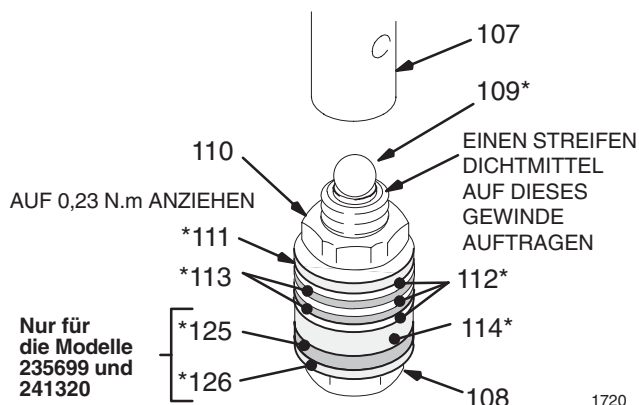

Abb. 4
Nur bei den Modellen 235699 und 241320: den Federling (126*) und die U-Dichtung (125*), danach *Bei allen Modellen:* den Gegenring (114*), drei Plastikpackungen (112*) abwechselnd mit zwei Lederpackungen (113*), und den Stützring (111*). Siehe Abb. 4.
- Mutter (110) am Kolbenventil (108) auf 0,23 N.m festziehen. Siehe Abb. 4.
- Kugel (109*) auf das Kolbenventil (108) geben. Siehe Abb. 4.